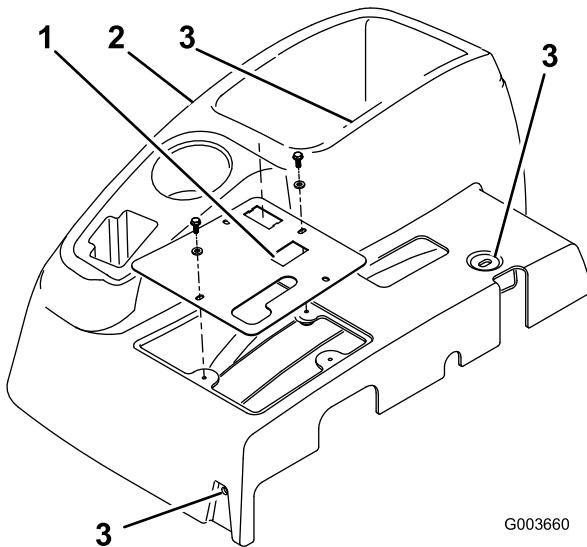

Figura 1
3. Rimuovere le 4 rondelle e i bulloni di fissaggio della plancia sulla consolle (Figura 1). Scollegare il cavo dal contaore. Rimuovere la plancia (Fig. 1).
4. Rimuovere i 3 bulloni di fissaggio della consolle al telaio (Figura 1). Rimuovere la consolle sollevando delicatamente il bordo inferiore della consolle attorno alla staffa di supporto e facendolo scorrere verso l'alto oltre la maniglia del freno.